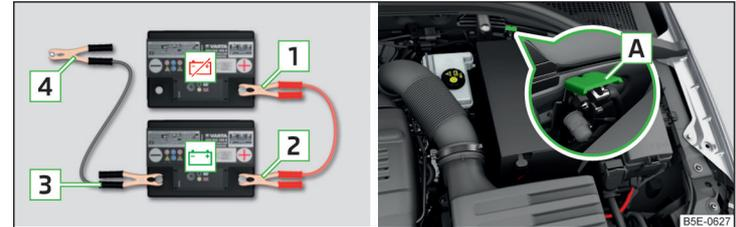

Abb. 327 Starthilfe: ☒ - entladene Batterie, ☑ - stromgebende Batterie / Massepunkt des Motors beim START-STOPP-System
- Bei Fahrzeugen **mit** dem START-STOPP-System die Klemme **4** am Massepunkt des Motors **A** befestigen » Abb. 327.